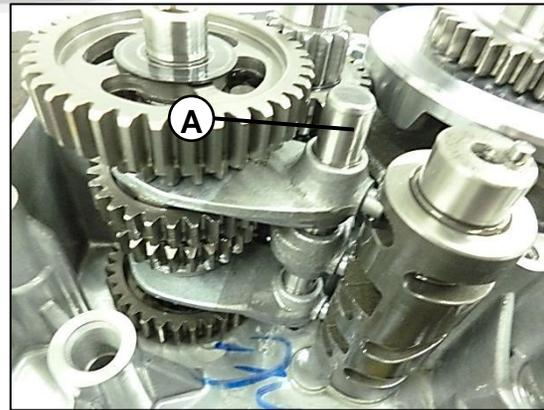

Fig. 15
Removemos el eje guía de las horquillas (A) y se procede a desensamblarlas. **Fig. 15**